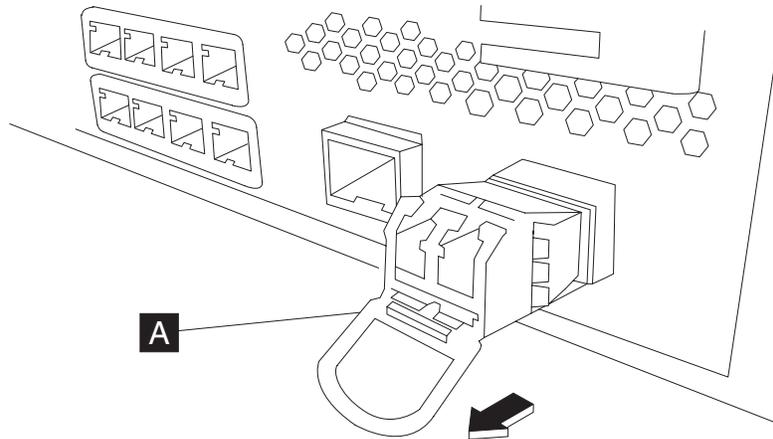

Abbildung 19. SFP+-Transceiver entfernen
- Ziehen Sie die blaue Verriegelung ( **A** ) an der Vorderseite des Transceivers nach unten, wie in Abb. 19 dargestellt.